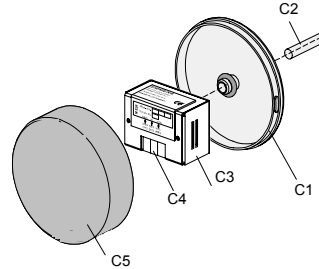

Bild 3: Montage des AP-Helligkeitssensors AP 255
- Das Gerät wird mit einem Aufputzgehäuse Ø 75mm, Höhe 27mm, Deckel mit Bajonettverschluss, geliefert (s. Bild 3).